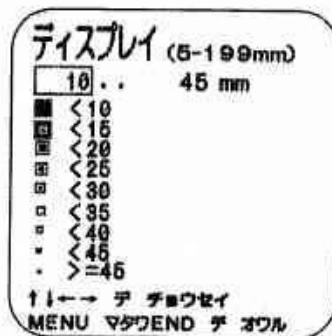

図17
7. 6. 6. ディスプレイの設定は、図11を表示させたあと、 ディスプレイにカーソルを合わせSTARTキーを押してください。図17が表示されます。